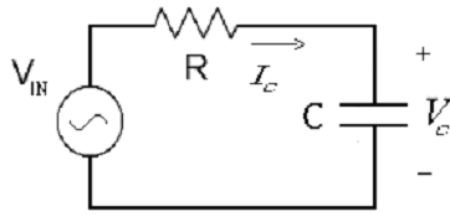

Figura 11.1: Circuito RC série.
A Figura 11.1 apresenta um circuito RC série alimentado por uma fonte de tensão senoidal. Considere que  $R = 470\Omega$ ,  $C = 100\text{nF}$  e  $V_{IN} = 4V_{PP}$ , com frequências de 1, 2, 5, 10, 15, 20 e 25kHz.
1. Monte o circuito RC conforme a Figura 11.1, utilizando  $R = 470\Omega$ ,  $C = 100\text{nF}$ . Aplique uma onda senoidal com amplitude de  $4V_{PP}$  nas seguintes frequências: 1kHz, 2kHz, 5kHz, 10kHz, 15kHz, 20kHz e 25kHz.